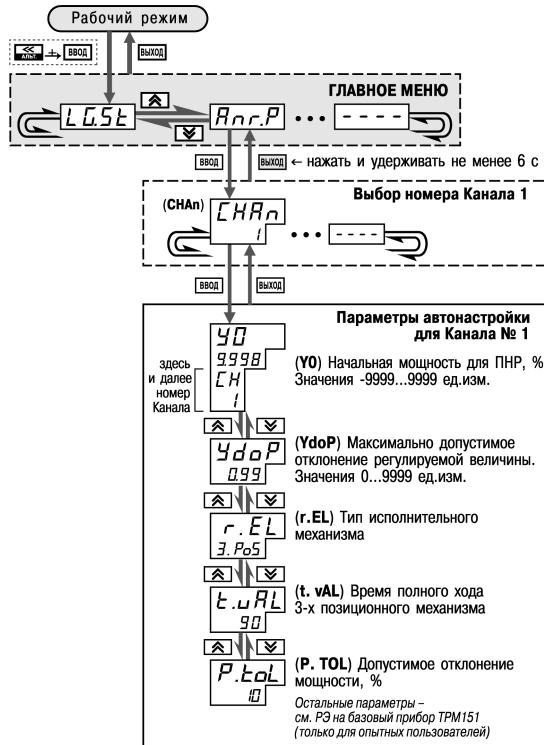

Рисунок 12.2 – Схема задания параметров Автонастройки с помощью кнопок на лицевой панели прибора
2. Установите в Конфигураторе (или с лицевой панели прибора, см. рисунок 12.2 значения параметров автонастройки Y_0 и Y_{dP} для выбранного Канала регулирования.